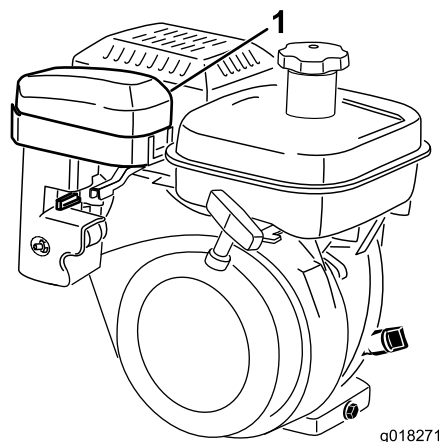
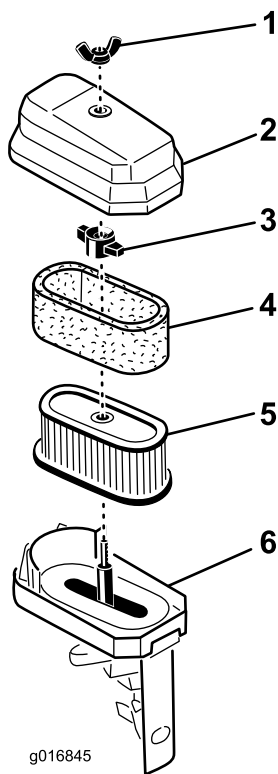

Figura 36
Figura 37
2. Togliete il dado ad alette che fissa il relativo coperchio al filtro dell'aria e rimuovete il coperchio. Pulite accuratamente il coperchio (Figura 36 e Figura 37).
3. Se l'elemento in schiuma sintetica è sporco, rimuovetelo dall'elemento di carta (Figura 37). e pulitelo accuratamente.